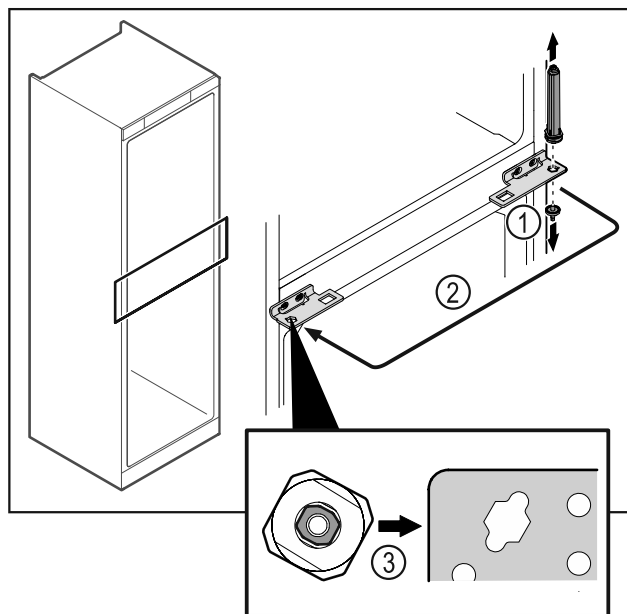

Fig. 48
- ▶ Odkręcić sworzeń zawiasu Fig. 48 (1).
- ▶ Przełożyć system blokujący drzwi Fig. 48 (2).
- ▶ Przy wkładaniu zwracać uwagę na prawidłowe ustawienie systemu blokującego Fig. 48 (3) drzwi.